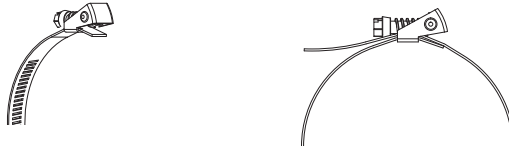

Abb. 9.5: Schnell-Spannschloss
- Schieben Sie das Spannband durch das Spannschloss (siehe Abb. 9.5).